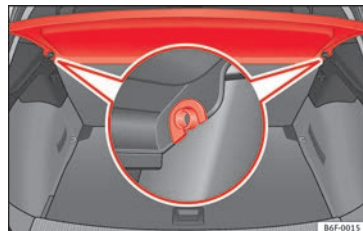

Fig. 164 Dans le coffre à bagages : dépose et repose de la plage arrière.
- Dégagez la plage arrière des supports latéraux » **fig. 164** en la tirant vers le haut puis en la détachant.
- Introduisez la plage arrière horizontalement en faisant coïncider la « forme en U » sur l'axe des supports » **fig. 164**, et appuyez vers le bas jusqu'à ce qu'elle s'encastre.